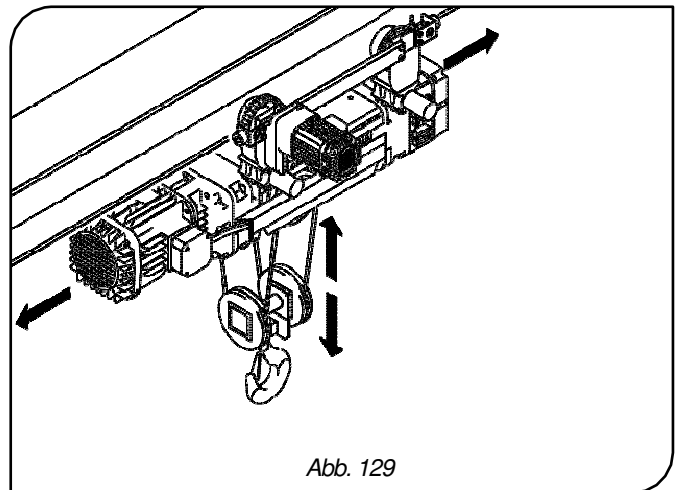

Abb. 129
- Verwenden Sie E-Zug und Laufkatze **NIE** unter gleichzeitiger Betätigung zweier Bewegungen, schließen Sie eine Bewegung immer erst vollständig ab, bevor Sie mit der nächsten beginnen (Abb. 129).